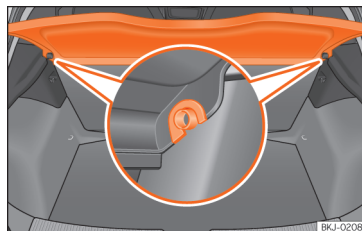

Fig. 140 Na bagageira: desmontar e montar a chapeleira.
- Desencaixe a chapeleira dos suportes laterais »» **Fig. 140** puxando-a para cima e retire-a.
- Introduza a chapeleira horizontalmente fazendo coincidir a «fechadura» sobre o eixo dos suportes »» **Fig. 140**, e pressione para baixo até que encaixe.